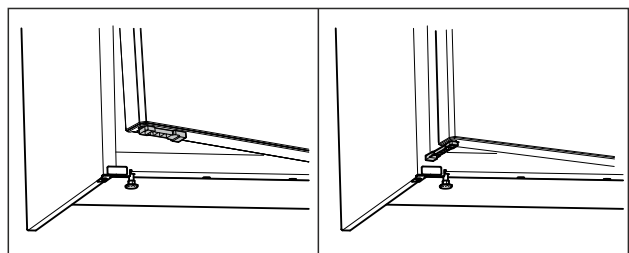

Fig. 68 *
- ▶ Поверніть обмежувач відкривання дверцят на 90°. (див. Fig. 68) *